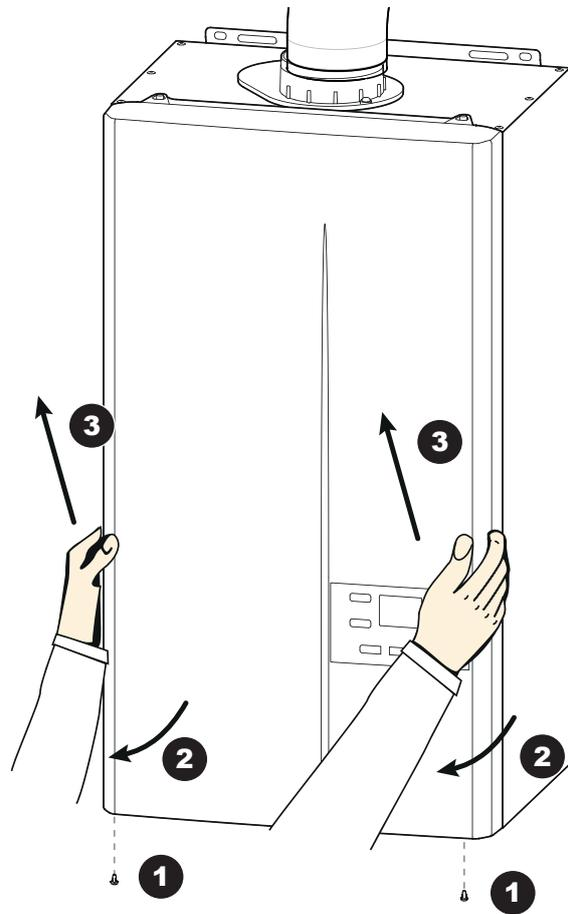

fig. 28 - Dépose de la façade
- Déposer la façade (fig. 28).
- Déposer la façade (voir fig. 28).